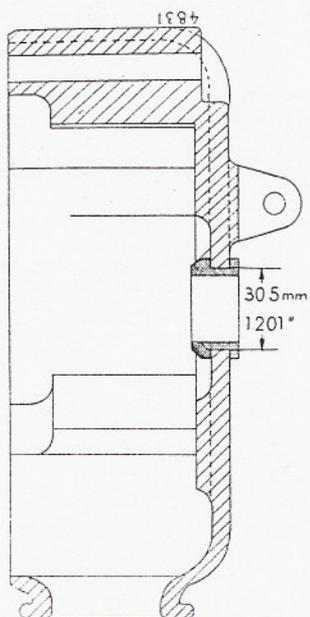
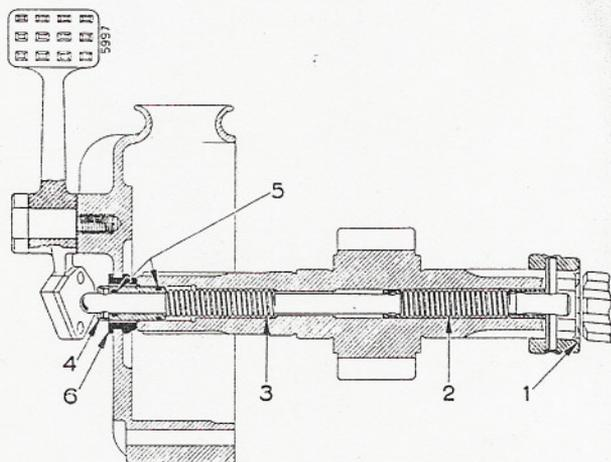

Fig. 460
Fig. 462
Sur les tracteurs D-436 et D-440, extraire la goupille élastique du support (4) des joints toriques (fig. 462), puis déposer ce support ainsi que le ressort (3).
Si l'on remplace les joints toriques (5), fig. 462, veiller à ce que ceux-ci reposent sans déformation dans les gorges du support (4).
Monter la bague (6), fig. 462, dans tous les carters de frein gauches. Sur les carters ancien modèle, porter l'alésage à 30,5 mm (1.201"), fig. 460.
Les bords d'attaque chanfreinés (1), fig. 462, doivent donc être vers le milieu du différentiel.
Sur les D-436 et D-440, monter d'abord le ressort d'enclenchement (2), fig. 462, et le coussinet de butée. La goupille sera enfoncée, la coupe dirigée dans le sens de la tige de commande.
Sur les D-436 et D-440 : Monter le ressort de rappel (3), fig. 462 et le support (4) enduits de graisse et les fixer avec la goupille élastique.